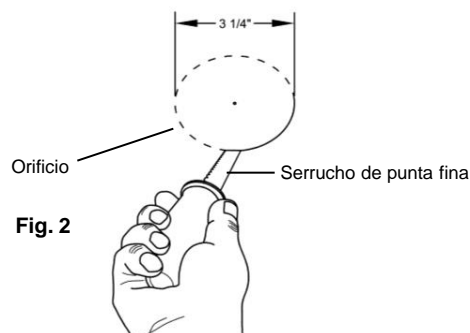

Fig. 2
1. Una vez que has elegido el lugar adecuado corta una abertura de 3 1/4” (8,3 cm) en el techo. Se ha incluido una plantilla para ayudarte a abrir el orificio. (Fig. 2)